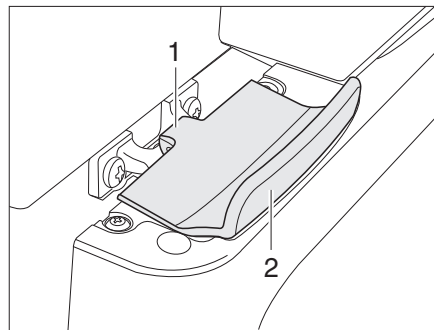

Fig. 328 Bloqueo de la puerta del frigorífico, cerrado (Thetford)
- Abrir la puerta del frigorífico con el tirador (Fig. 328,2). El bloqueo (Fig. 328,1) se abre automáticamente.